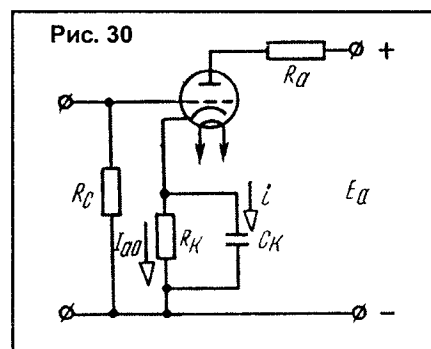

Рис. 30
– напряжение на управляющей сетке радиолампы, определяющее положение рабочей точки. В схемах усилителей смещения на управляющей сетке часто задается не источником напряжения, а за счет падения напряжения на сопротивлении R_K , включенном в цепь катода (рис. 30). Такой способ называется автоматическим смещением. Постоянная составляющая анодного тока I_{a0} , проходя по сопротивлению, создает падение напряжения